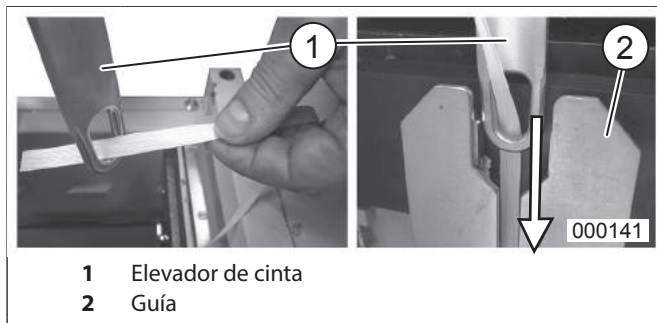

fig. 21 Elevador de cinta
2. Abrir la chapaleta de carga y extraer ambos elevadores de cinta (fig. 21/1).
6. Soltar la cuerda de tracción del extremo de la cinta, como indicado en la figura, pasarlo por el elevador de cinta (fig. 21/1) y colocar de nuevo en el punzón de prensado (fig. 21/2) el elevador de cinta con la cinta introducida.